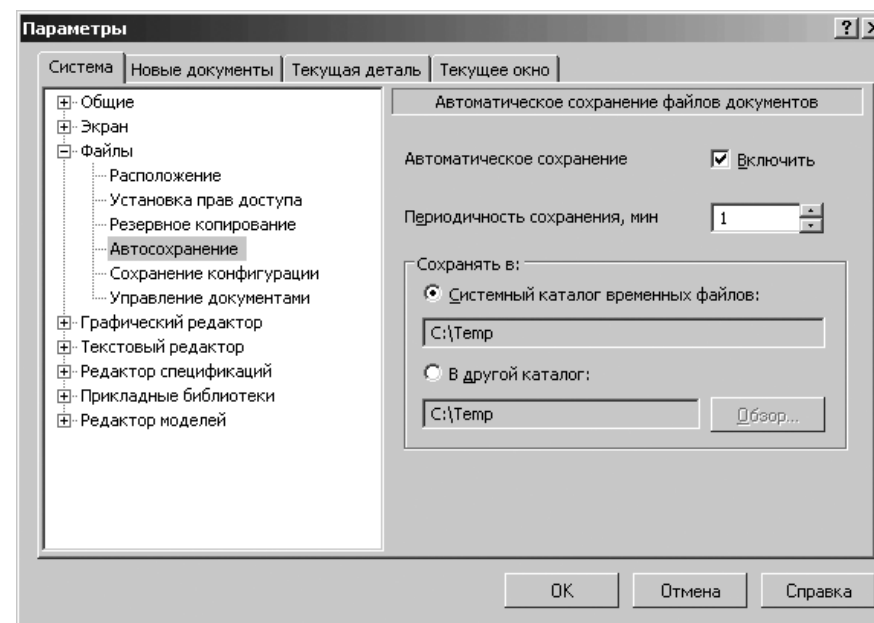

Рис. 1.58. Диалоговое окно **Параметры** с открытой вкладкой **Система** и панелью **Автоматическое сохранение файлов документов**
- установите нужные вам параметры автоматического сохранения файлов документов. Это состояние диалогового окна **Параметры** показано на рис. 1.58.